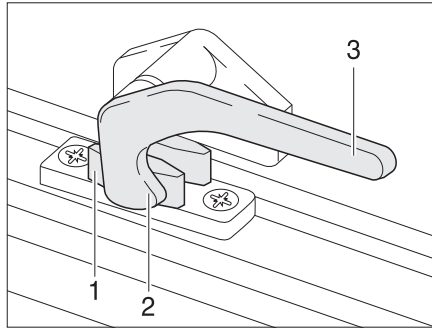

Fig. 68 Palanca de bloqueo en la posición de "cerrado"
- Girar la palanca de bloqueo (Fig. 68,3) un cuarto de vuelta hacia la mitad de la ventana.
- Girar la palanca de bloqueo (Fig. 68,3) un cuarto de vuelta hacia el marco de la ventana. El saliente de bloqueo (Fig. 68,2) se encuentra en la cara interior del bloqueo de la ventana (Fig. 68,1).
- En la posición "cerrada fijamente" (Fig. 68).